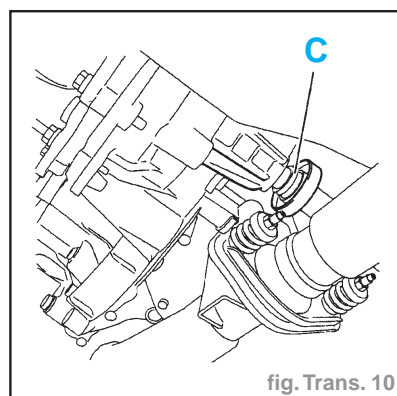

fig. Trans. 10
- mettre le déflecteur dans sa gorge (C) (fig. Trans. 10)